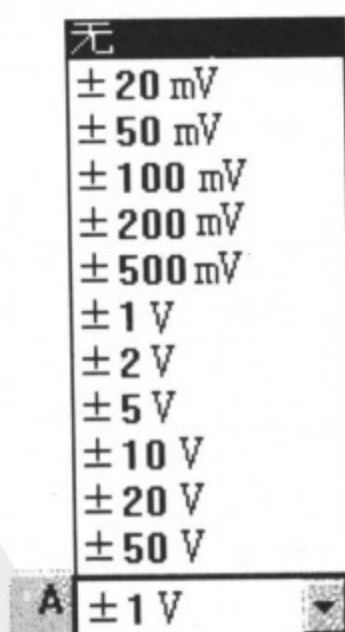

图 8-44 绝对显示模式
①绝对显示模式(均方根(RMS)幅度)。垂直坐标轴按绝对值显示,所有的数据点按其绝对值绘制,如图 8-44 所示。当选择“无”时,频谱分析仪将不会显示通道 A 中的数据。